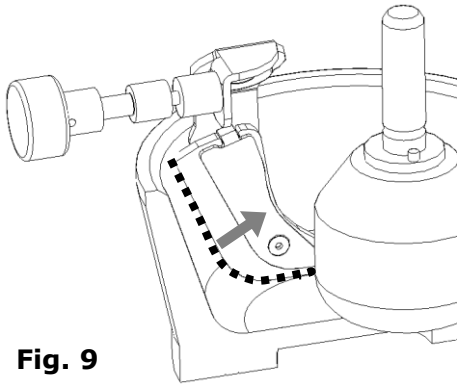

Fig. 9
- En raison de son trou oblong, le racleur peut être ajusté quelque peu vers l'avant ou vers l'arrière. Pousser le racleur vers l'arrière avant de visser la vis à bloc - **fig. 9**.